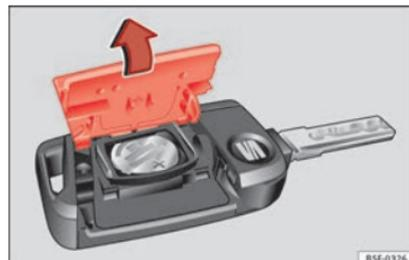

Fig. 118 Chiave del veicolo: aprire il coperchio del vano della batteria.
- Togliere il coperchio della parte posteriore della chiave del veicolo » **fig. 118** nella direzione indicata dalla freccia » ❶.
- Collocare il coperchio come illustrato » **fig. 118** e inserirlo nel vano batteria nella direzione contraria a quella indicata dalla freccia.
❶ ATTENZIONE
❸ Per il rispetto dell'ambiente